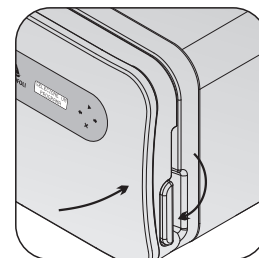

Fig. 7
- e► Cierre la puerta del autoclave presionándola contra la cámara (recipiente de presión) y mueva el cerrojo totalmente para abajo hasta el final de curso (figs. 7 y 8).